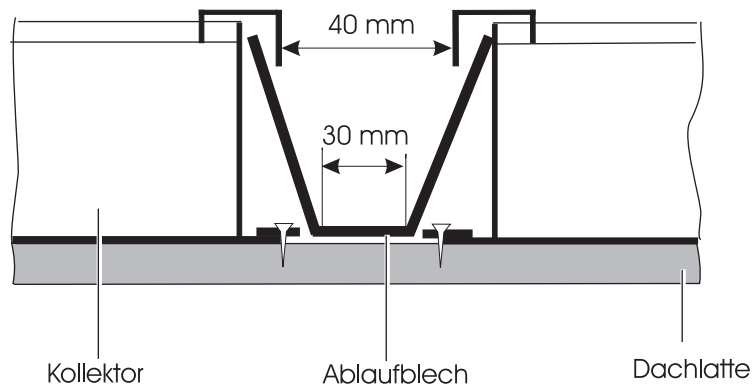

Bild 7: Montieren des Ablaufblechs
11. Klemmen Sie das Ablaufblech jeweils rechts und links unter den Kollektor (siehe Bild 7).